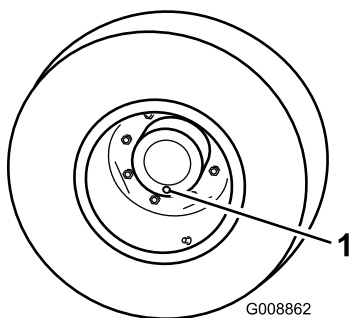

Figure 57
1. Placez la machine sur une surface plane et horizontale et tournez une roue de sorte que l'un des bouchons de contrôle se trouve à la position la plus basse (6 heures) (Figure 57).